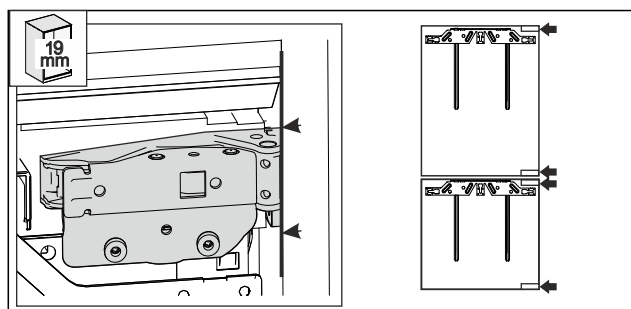

Fig. 52
- Stěna nábytku o tloušťce 19 mm: přední hrana závěsů je zarovnána s přední stranou boční stěny nábytku. Fig. 52 ()